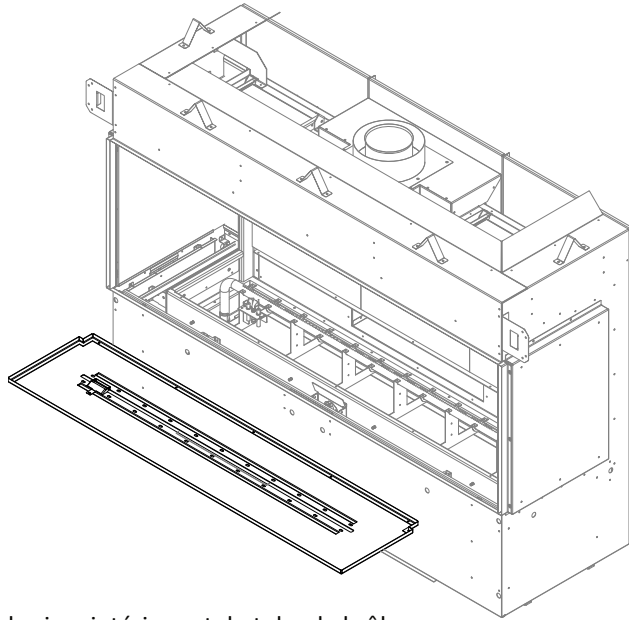

Figure 7.19 - Retrait du plateau à braises intérieur et du tube de brûleur
5. Retirez toutes les vis à métal autour du périmètre du plateau à braises intérieur et toutes les vis à métal le long du centre du tube de brûleur. Retirez du foyer le plateau à braises intérieur et le tube de brûleur. Figure 7.19.